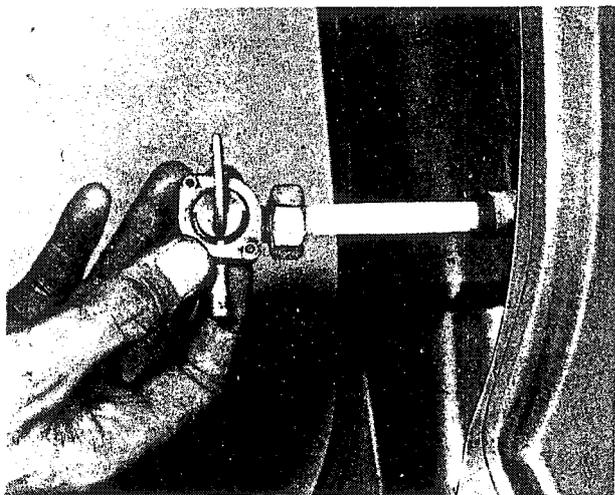

Bild 170
- Die Überwurfmutter abschrauben und den Hahn aus dem Tank herausziehen (Bild 170). Das Filtersieb kann zum Reinigen vom Standrohr abgezogen werden. Das Sieb wird mit Benzin und einer weichen Bürste gereinigt. Ein durchlöcheretes Filtersieb muss ersetzt werden.